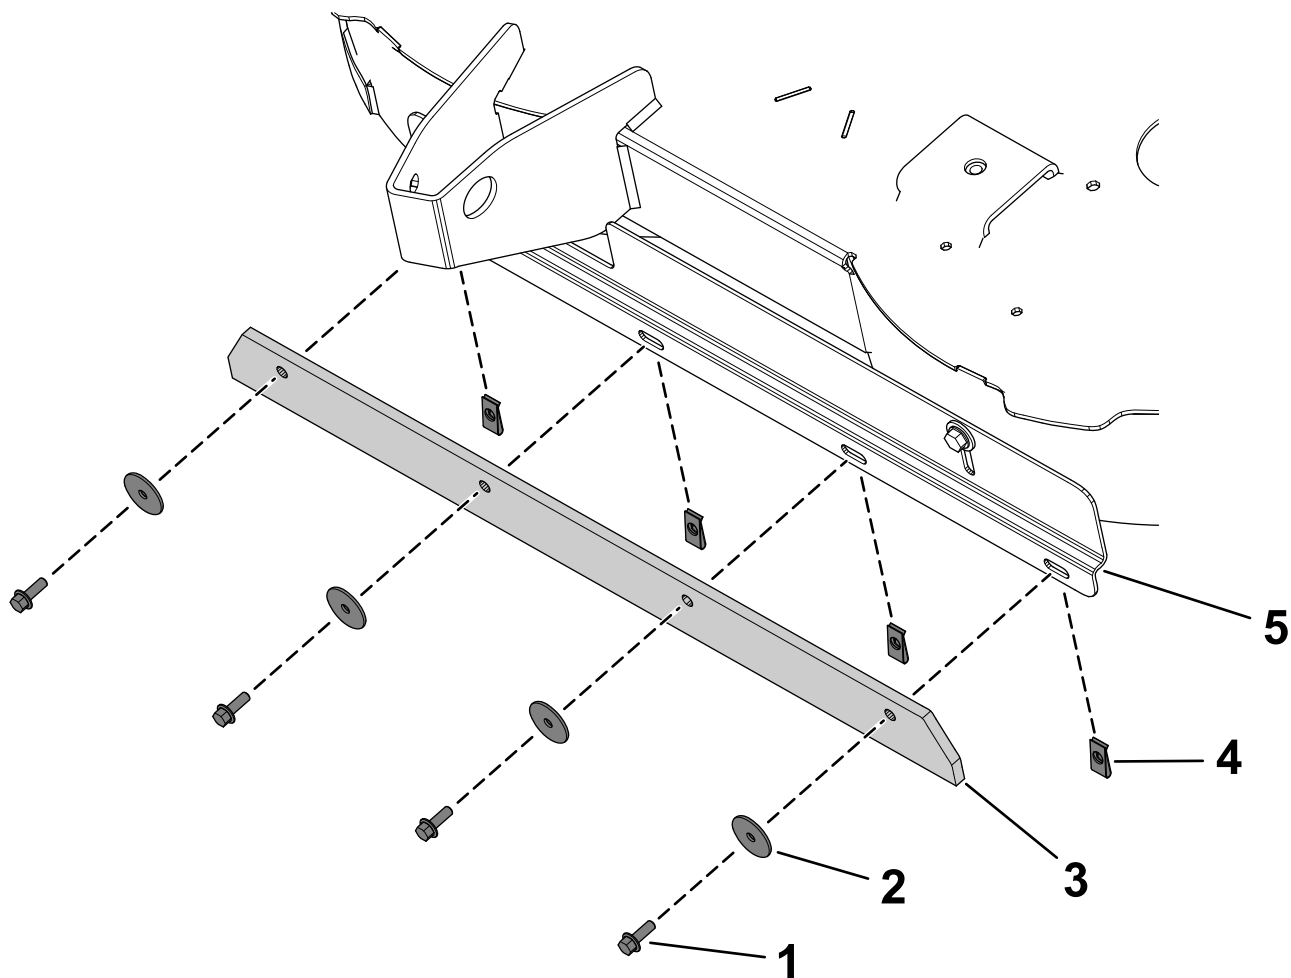

Figura 3
1. Instale las 4 tuercas rápidas en la pletina de sujeción (Figura 3).
2. Sujete la rasqueta a la pletina de sujeción y a las tuercas rápidas usando 4 tornillos de cabeza hexagonal ($\frac{1}{4}$ " x $\frac{3}{4}$ ") y 4 arandelas (Figura 3).